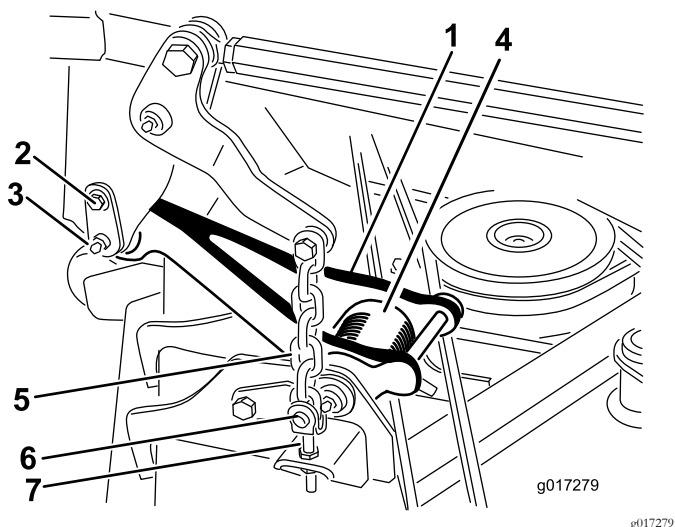

图2
注意 当剪草机处于升起位置时拉杆扭转弹簧张紧力**图2**会减小使拉杆更易于从机器上断开。
2. 从机器两侧断开拉杆**图2**。
- A. 卸下将固定销固定到承载架的轴肩螺丝**图2**。
- B. 小心将固定销从承载架滑动到拉杆**图2**。
6. 卸下将提升链固定至剪草机调节挂钩的4个环形销和柱销 图2。
- 用4个柱销和环形销将剪草机提升链固定至剪草机调节挂钩 图2。
- 将拉杆与承载架对齐并用固定销连接拉杆 图2。用轴肩螺丝将固定销固定到机架 图2。